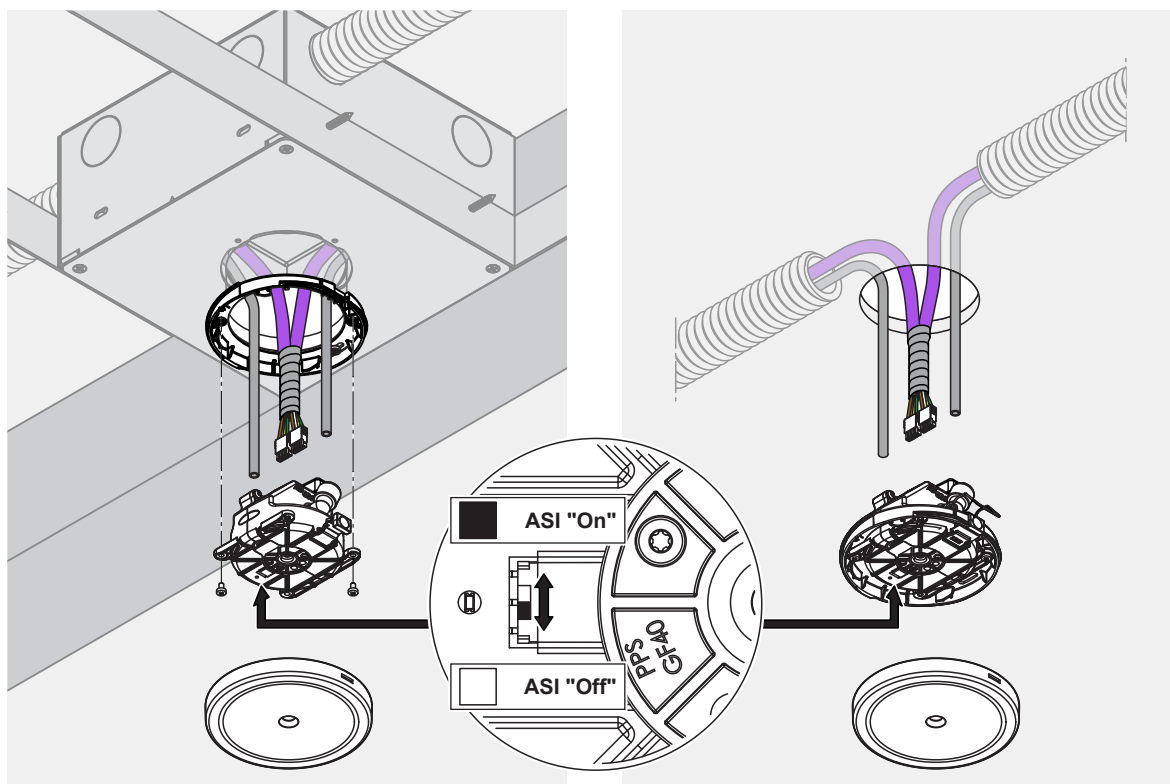

Fig. 95: Remplacement d'une tête de pulvérisation (version vissée à gauche, version enfichable à droite)
3. Desserrer les deux vis (uniquement avec version vissée, voir Fig. 95 gauche).